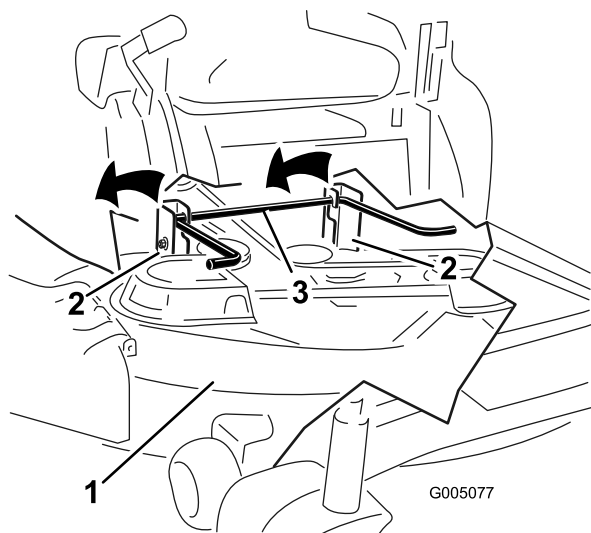

Figura 76
7. Alzate il tosaerba e i supporti di sostegno dall'asta di sollevamento posteriore e abbassate con cautela il tosaerba al suolo (Figura 76).